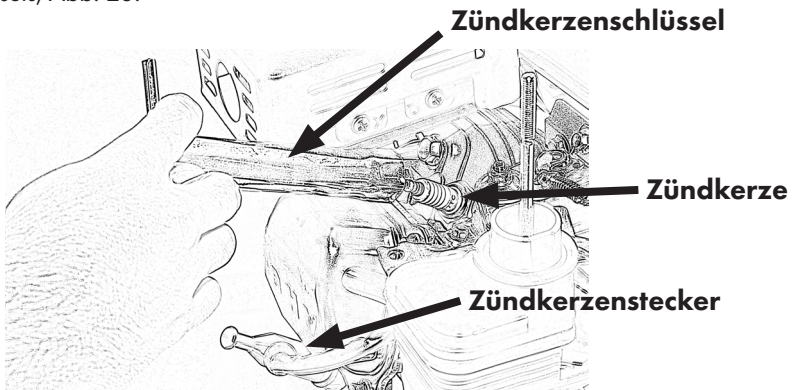

Abbildung 23
- Entfernen Sie den Zündkerzenstecker und lösen Sie die Zündkerze mit Hilfe des Zündkerzenschlüssels, Abb. 23.